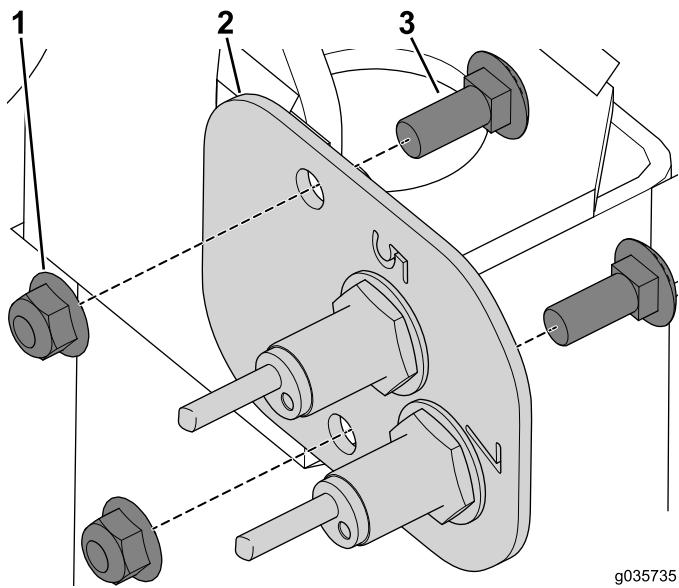

Figura 4
8. Retire os parafusos de carroçaria e porcas flangeadas que prendem a placa do sensor esquerdo à estrutura (Figura 4).